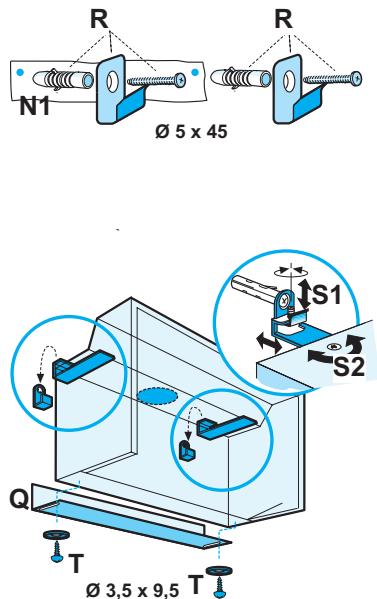

Fig. 12
- b. forez comme indiqué, fixez au mur avec 2 crochets R, avec vis et chevilles. **Fig. 12**
- c. Accrochez la hotte aux crochets et réglez la position de la hotte avec les vis sans tête S1 qui règlent la position des étriers d'accrochage, avec les vis S2. **Fig. 12**